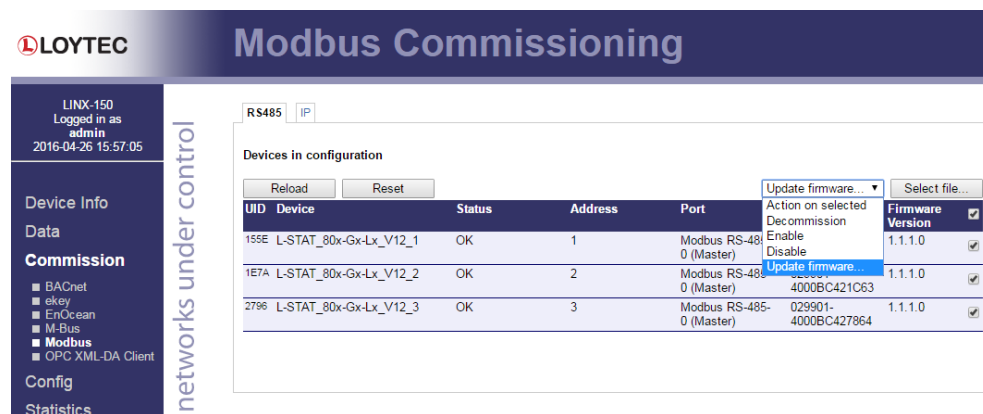

Abbildung 17: Webinterface – Modbus Commission
3. Wählen Sie nun **Update firmware...** aus dem Drop-Down Menü wie in Abbildung 17 gezeigt und klicken Sie auf **Select file...**